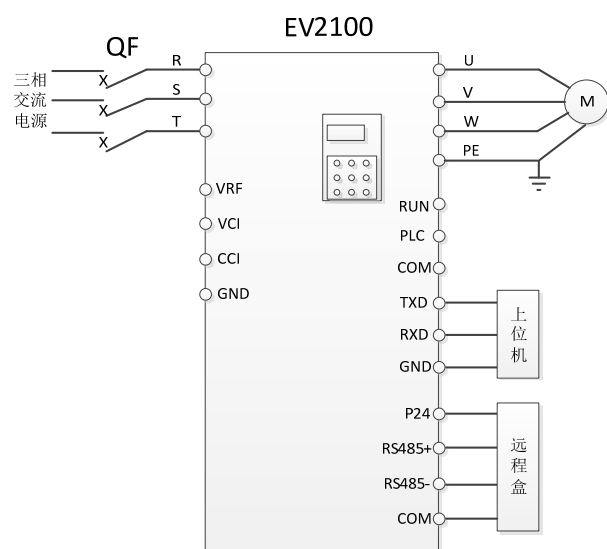

图4-16 串口运行配线图
如图4-16所示。
- (1)按图4-16接线后上电;
- (2)用PANEL/REMOTE键进入上位机串口控制方式;
- (3)修改F0.02功能码参数为30.00, 即30Hz;
- (4)修改F0.03功能码为2, 运行命令由串口控制, 将FF组通讯参数设置为与上位机或远程盒配置;
- (5)修改F6.00功能码参数为0;
- (6)若采用RS232方式与上位机相连, 请确认CN11的跳线位于RS232位置, 信号线接在控制板的RS232口(TXD、RXD、GND)。若采用RS485方式与远程盒相连, 请确认CN11的跳线位于RS485位置, 信号线接在控制板的RS485口(RS485+、RS485-、P24、COM);
- (7)在上位机的DrvWindows (选配软件)环境中, 按RUN按钮(或远程盒上按RUN键), 则变频器开始运行;
- (8)在上位机的DrvWindows环境中, 按STOP按钮(或远程盒上按STOP键), 则变频器停止运行;
- (9)断电。